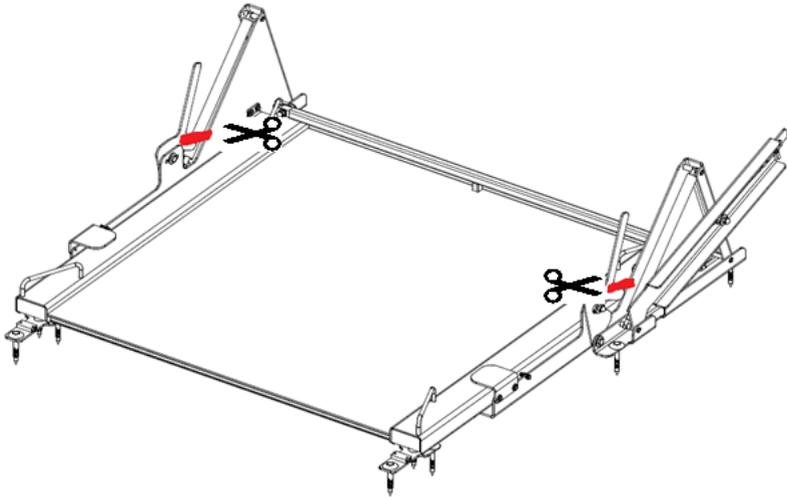

Abbildung 14. Verriegelungssicherung der Hebevorrichtung
9. Entfernen Sie die Verriegelung der Wägeplattform-Hebevorrichtung (Abbildung 14).